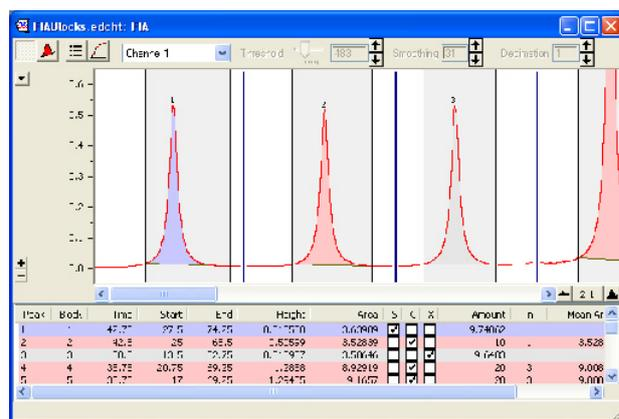

図 9. 3分類されたピークを表示
ピークテーブルにリスト表示したピークはサンプル (S)、キャリブレーション (C)、除外 (X) の何れかに割当て登録します (図 9)。